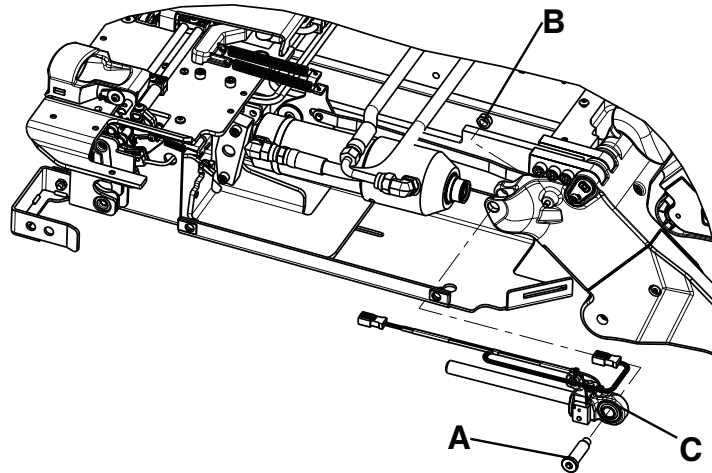
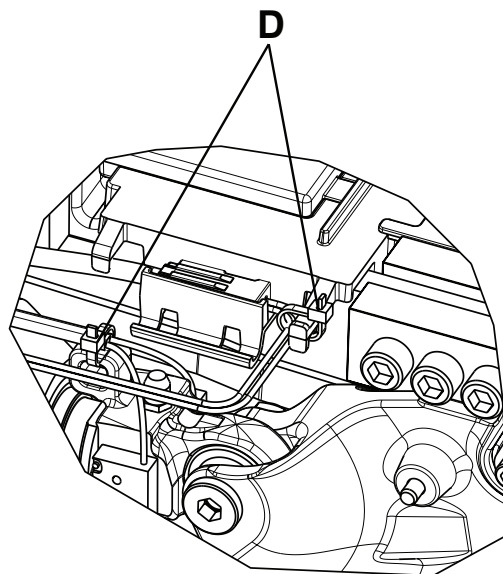

Figure 32 – Ensemble de vérin hydraulique
Figure 33 – Emplacements des serre-câbles
4. À l'aide d'une clé à six pans de 1/4 po et d'une clé mixte de 1/2 po, retirer l'axe à épaulement du vérin (A) et l'écrou (B) (Figure 32). Conserver l'axe à épaulement du vérin et l'écrou.
5. À l'aide d'une pince coupante diagonale, couper les serre-câbles (D) (Figure 33) qui fixent le câble de l'ensemble d'extrémité de tige du vérin hydraulique (C) au couvercle en plastique (Figure 32).
6. Soulever le vérin, tout en retirant l'ensemble d'extrémité de tige du vérin hydraulique (C) (Figure 32). Conserver l'ensemble d'extrémité de tige du vérin hydraulique.